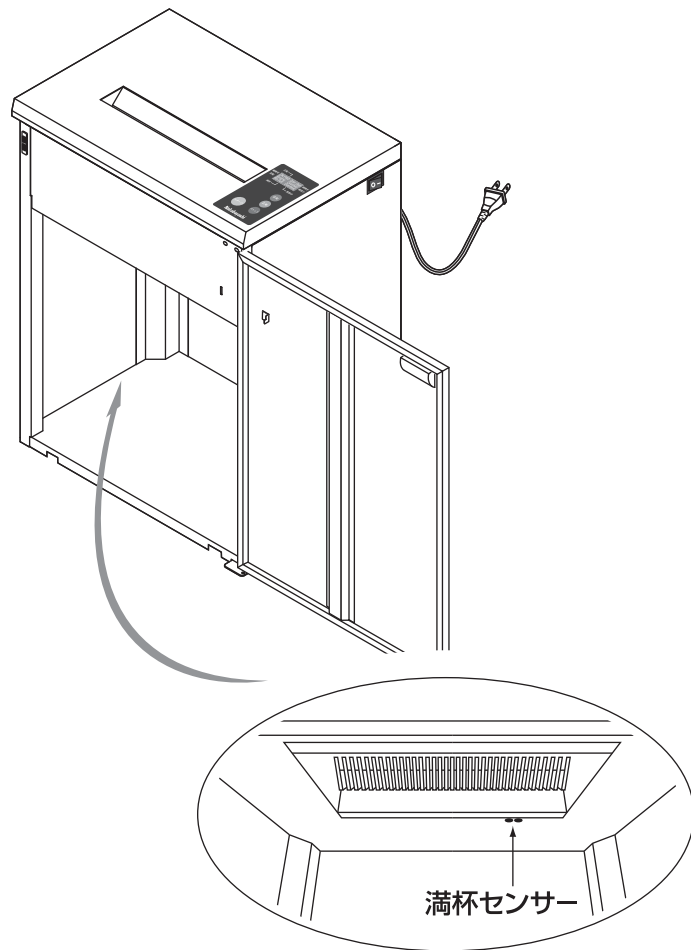

図7 満杯センサーの掃除
- 1.電源スイッチ①の手前を押して電源を切り、電源コード⑤の電源プラグを抜いてください。
- 2.満杯センサーに付着した紙粉や細かい細断屑を柔らかいハケ等で取り除いてください。 **図7 参照**